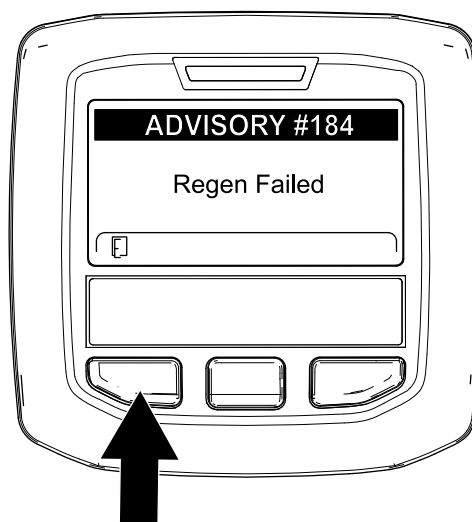

Figura 51
**Nota:** Si la regeneración no se realiza correctamente, el InfoCenter muestra Advisory #184 (Aviso n.º 184) (Figura 51). Pulse el botón de la izquierda para salir a la pantalla de inicio.